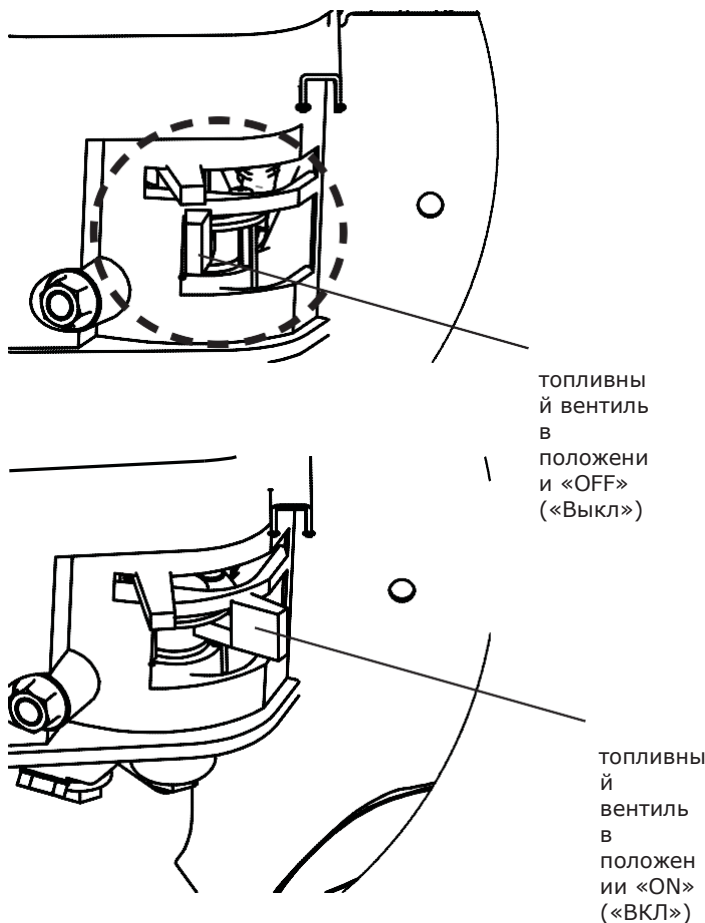

Рисунок 13
1. Перекройте подачу топлива, закрыв запорный клапан. Если не перекрыть подачу топлива, неочищенное топливо может попасть в карбюратор, загрязнив машинное масло и привести к недостаточному смазыванию. **В результате может произойти серьезное повреждение двигателя. См. РИСУНОК 13.**